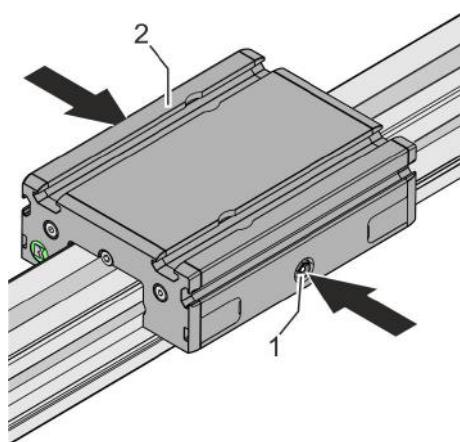

Fig. 39: Lubrificazione dell'albero di guida
Posizionare l'oliatore in modo da agire su entrambi i lati (uno dopo l'altro) del carrello di guida (Fig. 39/2) sui punti di ingassaggio (Fig. 39/1) e lubrificare il carrello di guida.
3. ➔ Spostare più volte il carrello di guida (Fig. 39/2) per distribuire uniformemente il lubrificante.